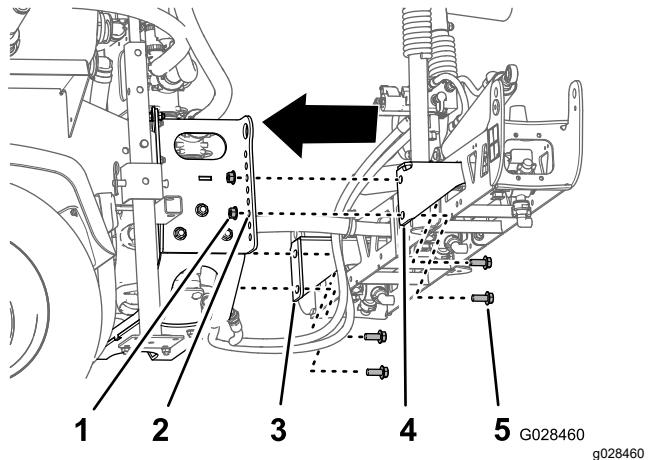

Figura 37
2. Alinhe o orifício inferior nos suportes de montagem de secção do conjunto da rampa central com o terceiro furo da parte inferior nos suportes da rampa na estrutura do patim de pulverização, como se mostra na Figura 37.